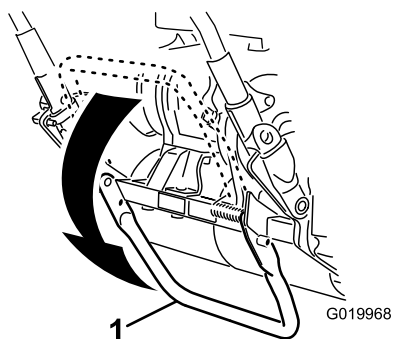

Рисунок 9
1. Отожмите откидную ножку вниз ногой до середины откидной ножки и вытягивайте ручку машины до поворота откидной ножки вперед вокруг центральной части (Рисунок 9).